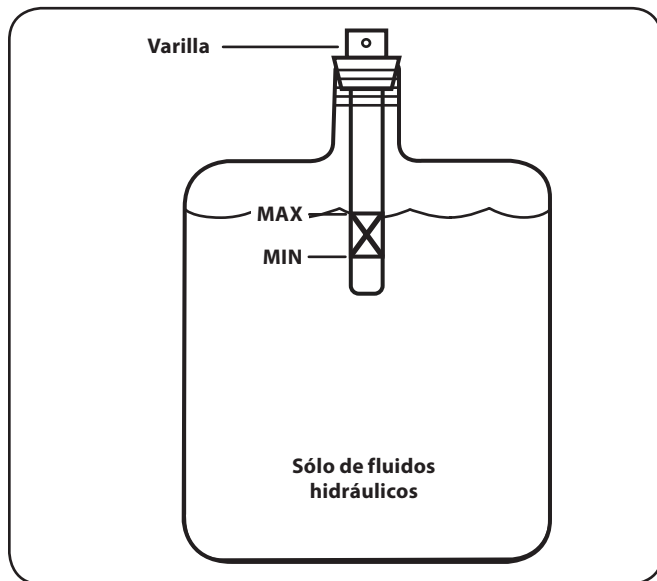

Figura 6-4
13. Si Rellene el depósito necesario dentro del rango marcado en la varilla. Vea la Figura 6-4.